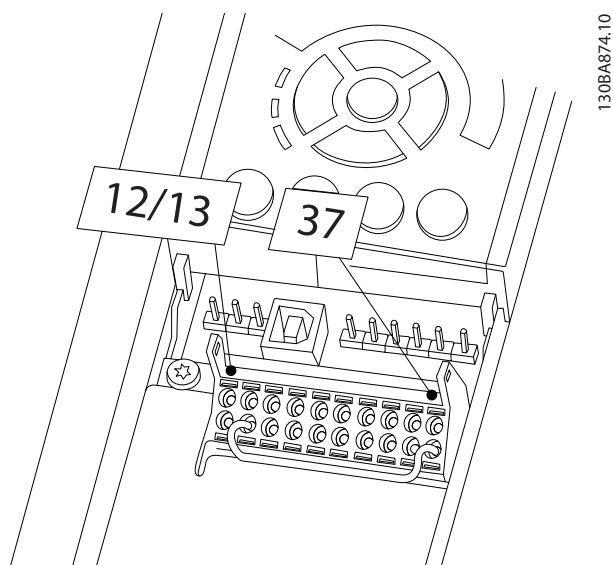

Bild 2.35 Bygel mellan plint 12/13 (24 V) och 37
1. Ta bort bygelledningen mellan styrplint 37 och 12 eller 13. Det räcker inte att klippa eller bryta bygeln för att undvika kortslutning. (Se bygeln i Bild 2.35).
Om det står AUTO REMOTE COASTING eller Larm 60 Externt stopp i statusraden längst ned på LCP:n betyder det att enheten är klar för drift, men att det saknas en ingångssignal på plint 27. Mer information finns i Bild 2.35.